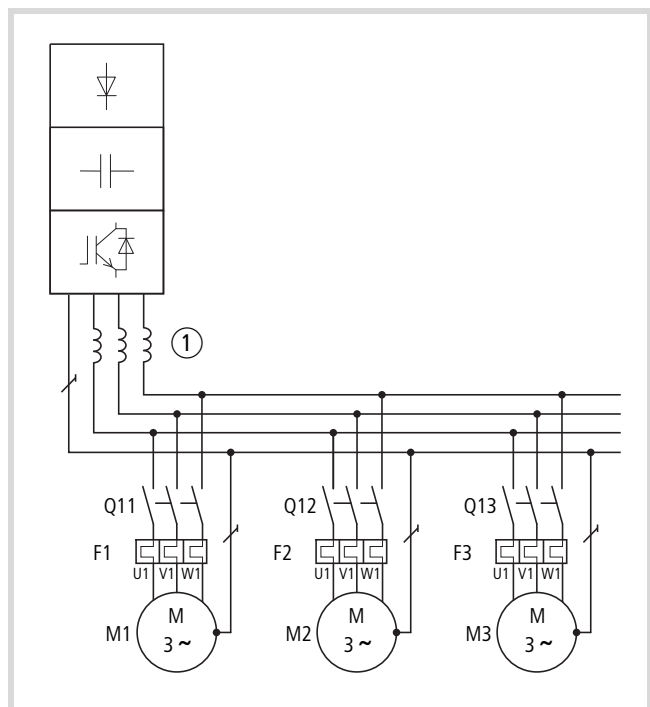

рисунок 12: Параллельное подключение нескольких электродвигателей к одному преобразователю частоты
Вследствие параллельного подключения электродвигателей снижается соединительное сопротивление на выходе преобразователя частоты. Общая индуктивность статоров становится меньше, а емкость рассеяния проводов больше. Из-за этого искажение тока относительно подключения отдельного электродвигателя становится большим. Чтобы уменьшить искажение тока, нужно использовать дроссели электродвигателей (смотрите ① на рисунок 12) на выходе преобразователя частоты (смотрите также раздел „Дроссели электродвигателя“, страница 214).